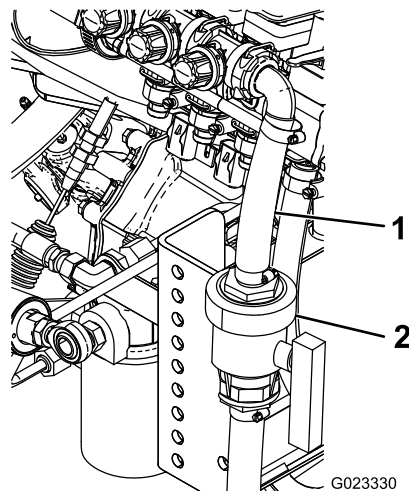

図 13
9. ホースクランプ2個を使って、2本のホース端部を、給液バルブに取り付ける図 13。